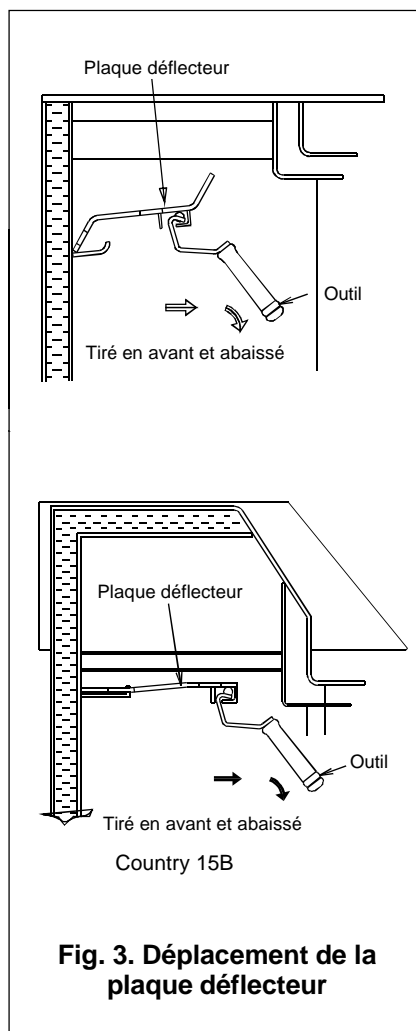

Fig. 3. Déplacement de la plaque déflecteur
mener à bien ces opérations. Pour baisser le déflecteur utilisez la manette d'ouverture des portes. Glissez la manette dans les encoches latérales, tirez le déflecteur vers l'avant, ensuite sortez-le comme indiqué sur la Fig.3. Vous pouvez alors retirer tous les dépôts de suie du déflecteur et à l'intérieur du foyer. Une fois le déflecteur retiré, nettoyez les dépôts de suie sur toutes les surfaces de la chaudière ainsi que sur les conduits d'arrivées d'air. Remplacez correctement le déflecteur soulevez-le, poussez vers le fond et enclenchez-le dans les rainures.
Après avoir oté toute trace de suie à l'intérieur du poêle, remplacez le déflecteur (voir Fig.3), les barreaux de grille avant et les plaques latérales. Il existe plusieurs types de brosse adaptés à chaque type de conduit. Pour une cheminée en brique standard, nous vous recommandons une brosse ronde métallique télescopique. Pour les cheminées isolées préfabriquées, veuillez consulter la section de ramonage dans le manuel d'instructions joint par le constructeur.
- b) Le déflecteur soit placé correctement (voir Fig.3) et qu'il ne soit pas tordu.